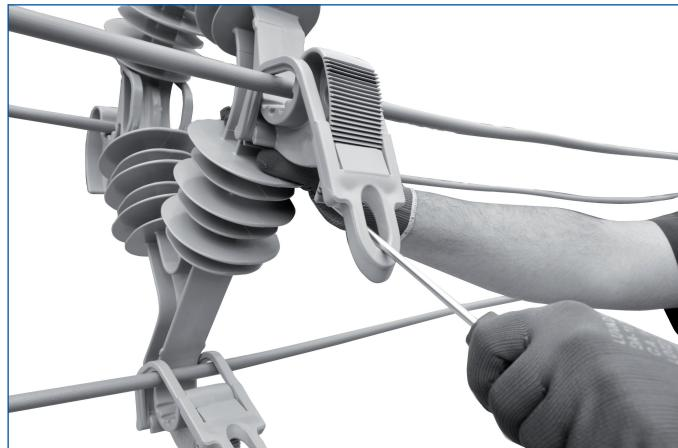

Figura 4
4. Caso seja necessário apertos adicionais na instalação, use uma chave de fenda para vencer mais 1 ou 2 dentes no máximo. ESTA OPERAÇÃO DEVE SER FEITA COM CUIDADO PARA NÃO DANIFICAR O BRAÇO DO ESPAÇADOR. (Figura 4)